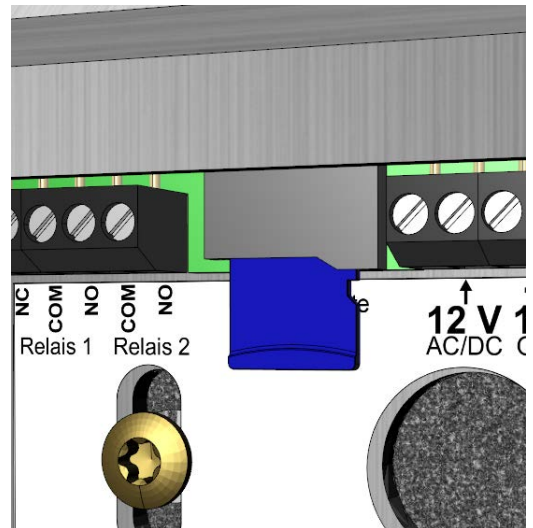

Abb. 4: Montage Mikro SD-Karte
- ▶ Stecken Sie die Mikro SD-Karte in die dafür vorgesehene Mikro SD-Kartenhalterung (Abb. 4).